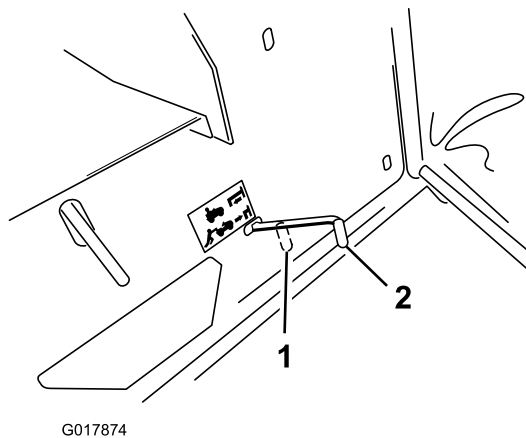

Figure 13
**Remarque:** Cela a pour effet de débrayer la transmission et de permettre aux roues de tourner librement (Figure 13).
2. Tirez la commande de transmission en position de fonctionnement (Figure 13) pour embrayer la transmission.